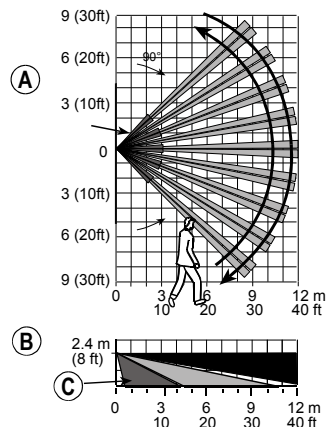

Fig. 5. Diagramme de rayonnement et essai de marche
- Effectuez un test de marche de la zone de couverture - voir fig. 5. Marchez jusqu'au bout du diagramme de rayonnement dans les deux directions; la LED rouge s'allume chaque fois que votre mouvement est détecté suivi de 3 clignotements de la LED.